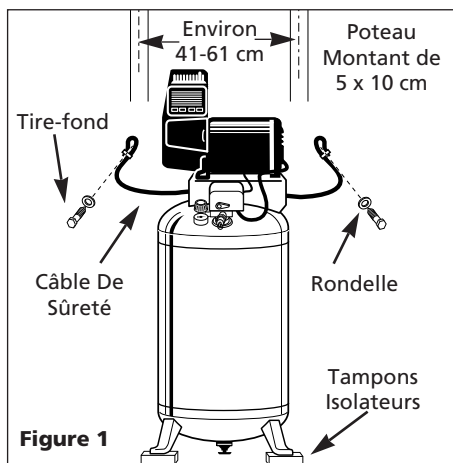

Figure 1
2. Placer le câble à travers la plaque de base comme indiqué sur la Figure 1.